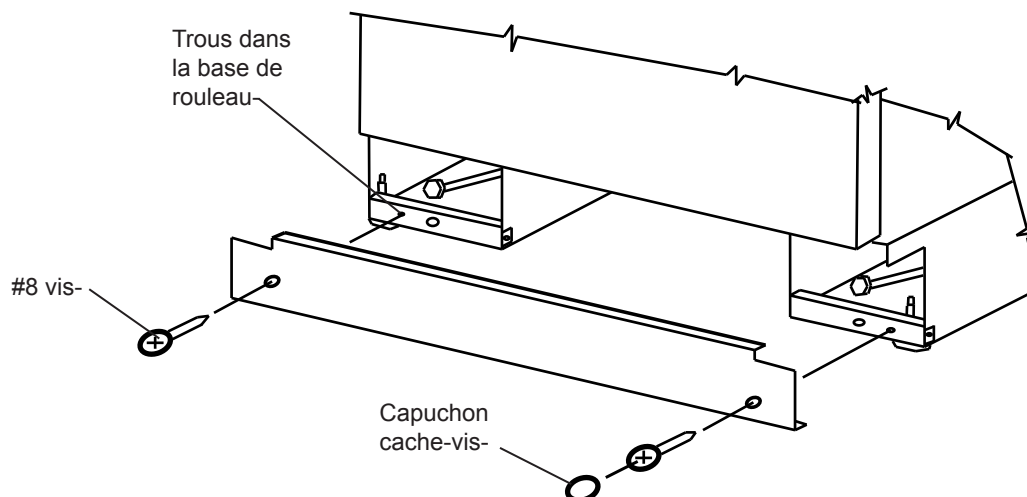

Figure 28
Utilisez deux (2) vis de tôlerie #8 (fournies) pour faciliter le maintien en place de la plaque de plinthe. Montez les vis dans les trous de la base à rouleau. Cachez les têtes de vis avec les capuchons fournis (Voyez la Figure 28).